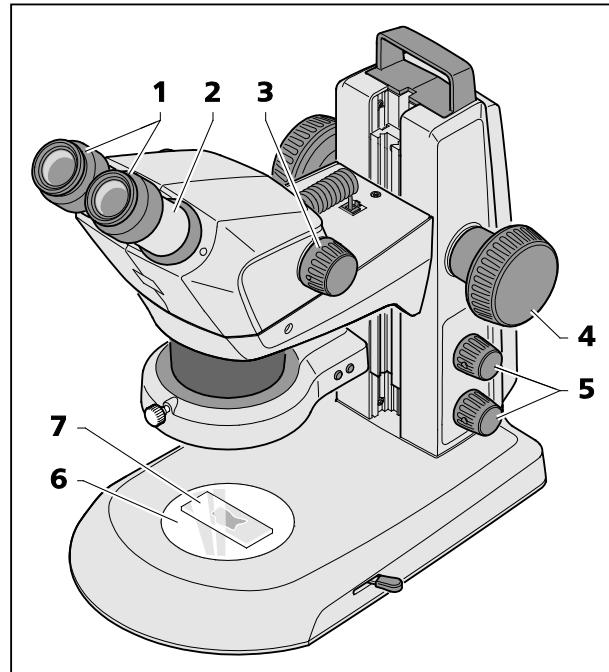

Bild 18 Stereomikroskop einstellen
1. Objekt (Bild 18/7) mittig auf die Glas- oder Kunststoffplatte (Bild 18/6) auflegen und beleuchten (Bild 18/5).
2. Dioptrienausgleich an den stellbaren Okularen (Bild 18/1) auf "0" stellen.
3. Individuellen Augenabstand durch seitliches Verschieben der Okularstutzen (Bild 18/2) einstellen, bis beim Einblick in die Okulare mit beiden Augen nur **ein** beschneittfreier Lichtkreis (Objektfeld) zu sehen ist.
4. Zoom (Bild 18/3) zuerst auf die kleinste Vergrößerung einstellen.
5. Auf ein kleines markantes Detail in der Bildmitte des Objektes fokussieren (Bild 18/4).
6. Maximalen Zoomwert einstellen (Bild 18/3). Durch die Vergrößerung wird das markante Detail wahrscheinlich wieder unscharf abgebildet und befindet sich nicht mehr in der Bildmitte.
7. Objekt durch Fokussieren scharf stellen, dann das Detail durch Verschieben des Objektes erneut suchen und wieder exakt fokussieren (Bild 18/4).
8. Danach wieder auf kleinsten Zoomwert stellen und ggf. vorhandene Bildunschärfen für jedes Auge getrennt durch Dioptrienausgleich **an den stellbaren Okularen** (nicht am Fokussierknopf, Bild 18/4) korrigieren (Augenfehlerkompensation).